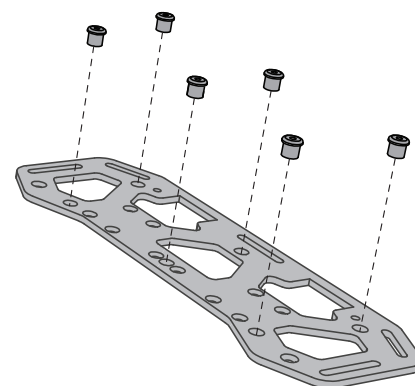

図 5. ラバーグロメットの取り付け
- 図 5 のように、6 個のラバーグロメットをそれぞれの荷物ラックに取り付けます。